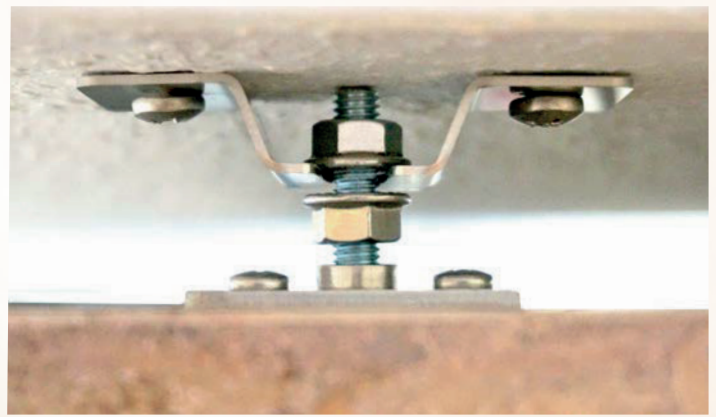

fig. 3
7. Vissez sur chacun des deux boulons filetés supérieurs de la dalle chauffante (ils s'accrochent dans les supports muraux) un écrou hexagonal avec bride (A), jusqu'à l'extrémité du filetage. S'assurer que la bride est dirigée à l'opposé de la dalle chauffante. Voir fig. 3 (déjà prémonté en usine pour un montage vertical)